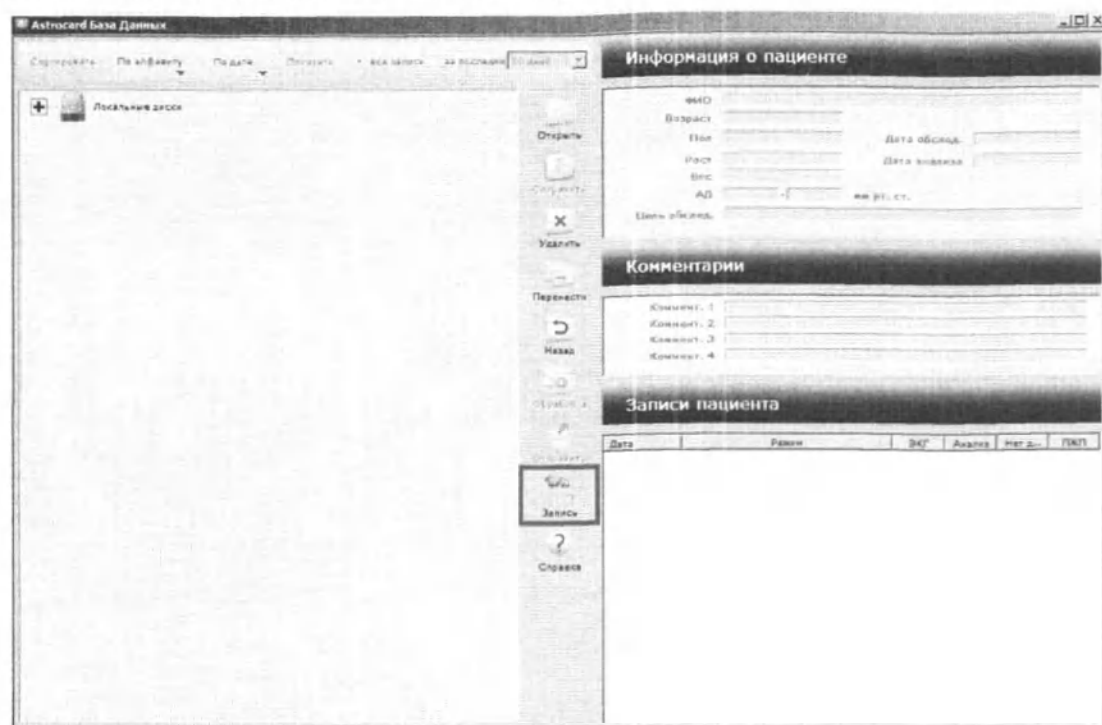

Рис. 8. Главное окно программы НКУР. 941111.001-50
2. В главном окне программы нажмите на кнопку «Запись» (Рис. 8)